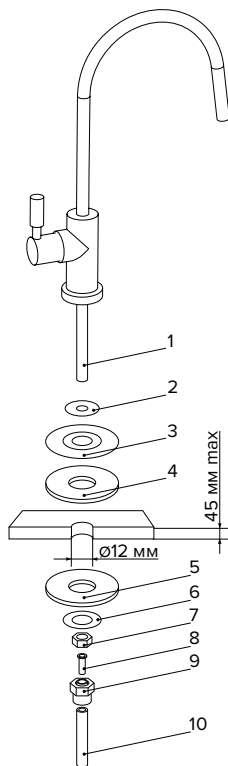

Рис. 4. Схема установки крана для чистой воды
- Просверлите в мойке (столешнице) отверстие диаметром 12 мм (рис. 4).
- Наденьте на резьбовой хвостовик (1) крана резиновую прокладку (2), декоративную подставку (3), резиновую прокладку (4) и вставьте кран в отверстие мойки.
- Снизу столешницы наденьте на резьбовой хвостовик пластиковую (5) и металлическую
- стопорную (6) шайбы и наверните крепежную гайку (7).
- В резьбовой хвостовик крана вставьте трубку синего цвета (10) концом с запрессованной металлической втулкой (8) и наверните накидную гайку (9) до упора. Проверьте прочность закрепления трубки: при усилии 8–10 кгс трубка не должна вытаскиваться.